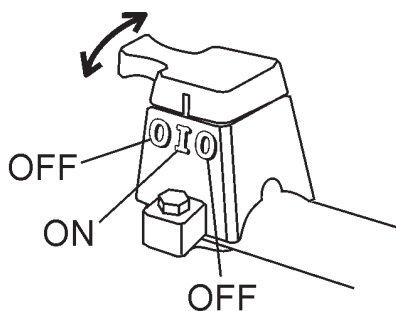

**Figure 18. Levier de soupape de carburant du moteur**
3. Placez le levier du robinet de carburant (Figure 18) en position « ON » .